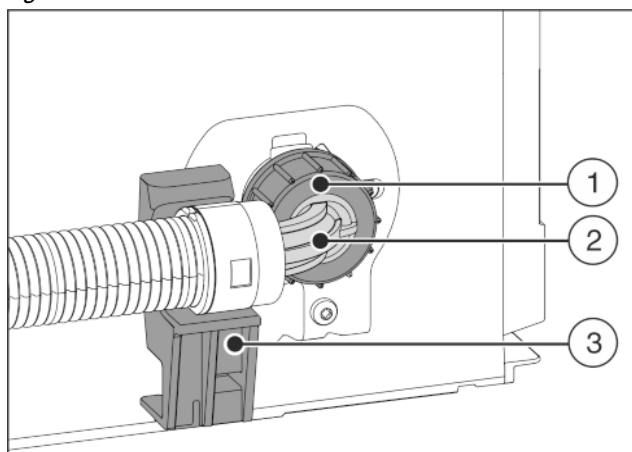

Fig. 22
- ▶ Afgewikkeld slangeinde Fig. 22 (2) horizontaal op de houder Fig. 22 (3) positioneren en vasthouden.
- ▶ Moer Fig. 22 (1) met de hand op de schroefdraad draaien tot een veilige vaste bevestiging is bereikt.